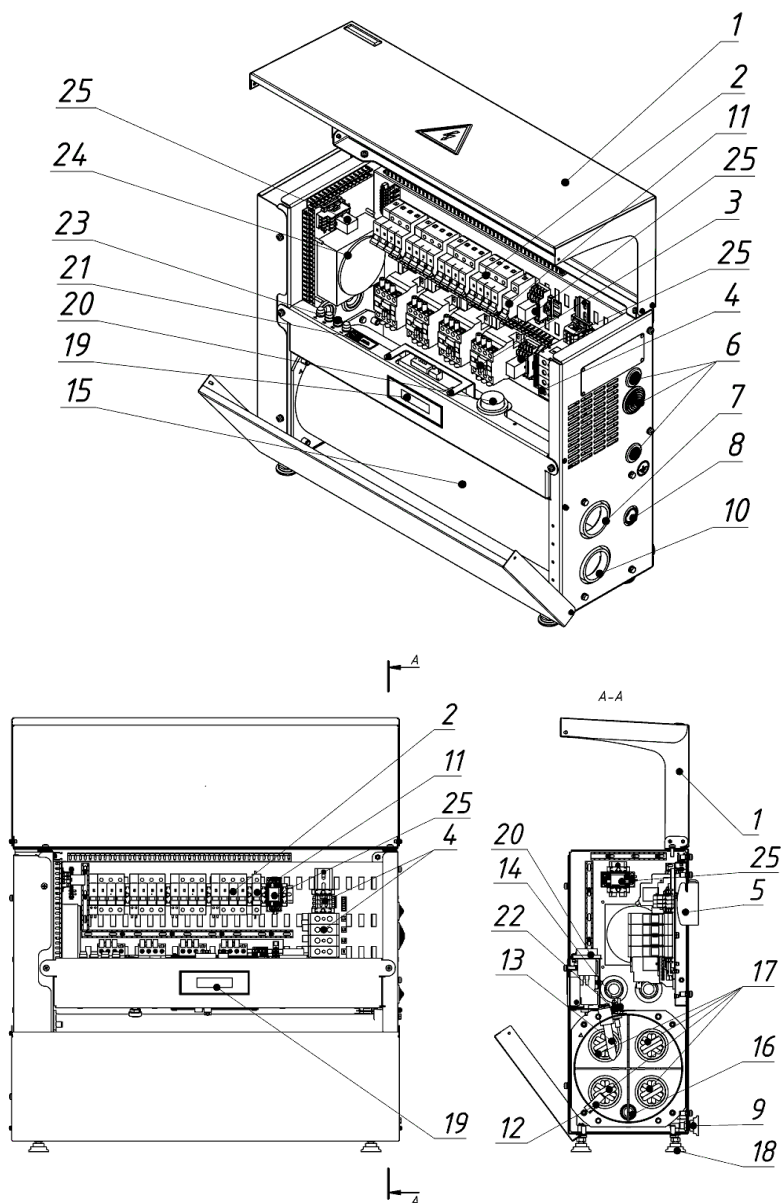

Рис. 1
- 4.6. При помощи автоматических выключателей (Рис.1), (2) "QF1", "QF2", "QF3" "QF4" можно принудительно отключить нужную ступень водонагревателя.
- 4.18. Внутри водонагревателя (Рис.1), установлены регулируемый термоограничитель (20) и термовыключатель (14) Регулируемый термоограничитель обеспечивает плавную регулировку максимальной температуры нагрева воды от 0-86  $^{\circ}$ C.
- 4.20. При нагреве воды выше 90 ±3 °С, срабатывает аварийный термовыключатель по температуре, нагрев отключается, контроллер выключается. После выключения новый пуск возможен только вручную. Перед запуском необходимо установить причину перегрева и устранить ее. Для возобновления работы необходимо нажать кнопку, расположенную сверху термовыключателя (14) Рис. 1.
- 4.27 В режиме «резервного управления» можно уменьшить количество включённых ступеней мощности при помощи автоматических выключателей (Рис.1), (2) "QF1", "QF2", "QF3" "QF4", для уменьшения скачков напряжения в сети.
- 6.20. При установке водонагревателя, в патрубок предохранительного клапана (8) Рис. 1 необходимо установить предохранительный клапан на 0,6 МПа (в комплекте).
- 6.24. **На патрубок входа (10) Рис. 1 холодной воды в водонагреватель должен быть установлен комплект подводящей запорной арматуры, обратный клапан и фильтр (Заказываются опционально).**
- 6.25. Отвод горячей воды осуществляется от патрубка (7) Рис. 1, расположенного в верхней части водонагревателя